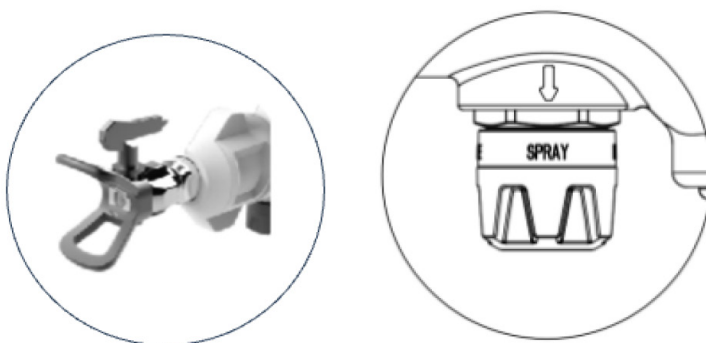

Рис. 32
7. Переведите сопло в положение прочистки, поверните ручку дренажного клапана в положение «SPRAY» (рис. 32), направьте краскопульт в ёмкость для сбора отработанной жидкости и нажимая на выключатель, распылите промывочную жидкость в течении 5-10 секунд